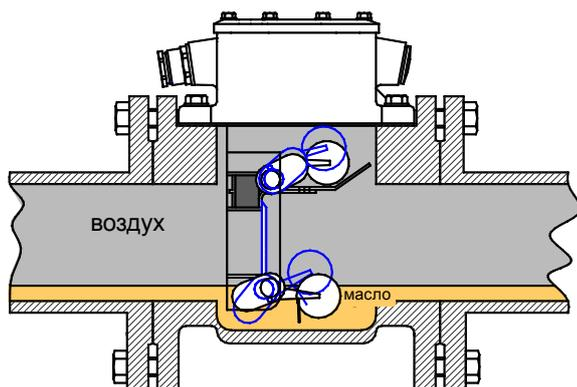

Рис. 8 - Утечка изоляционной жидкости
3.2 Утечка изоляционной жидкости (Рис. 8)